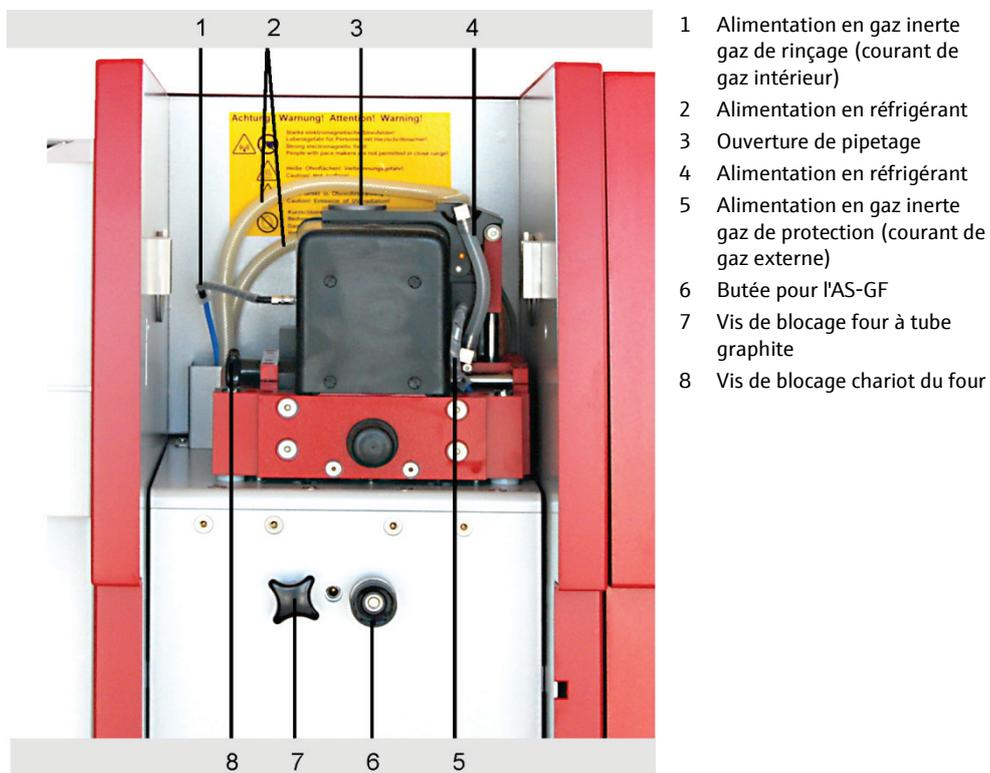

Fig. 46 Vis de blocage four à tube graphite
1. Dévisser la vis de blocage (vis à croisillon, 7 dans Fig. 46) pour le four à tube graphite.